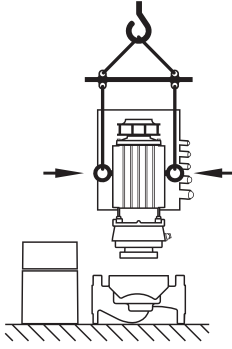

Fig. 9: Motorun nakliyesi
- Örneğin, gerektiğinde tamir amaçlı olarak motor flanşındaki nakliye halkaları motor gövdesine takılabilir (bkz. ör. Fig. 9). Nakliye halkalarının motor gövdesine montajından önce nakliye halkası deliklerinde bulunan mesafe koruyucular çıkarılmalıdır (Fig. 7, Poz. 20b) (bkz. Bölüm 10.2.1 "Mekanik salmastrayı değiştirme", sayfa 48).
- Nakliye halkaları motor flanşından motor gövdesine takıldıysa ya da takılacaksa bu halkaların yalnızca takma kitinin taşınması ve nakliyesi için kullanılmasına izin verilmiştir (Fig. 9). Asla tüm pompanın taşınması ve takma kitini pompa gövdesinden ayırmak için kullanılmamalıdır.